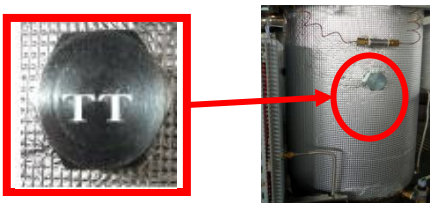

图 1
4. 14 灭菌器装有温度测试连接器（温度测试用），并标有“TT” 字样（图 1），平时有帽盖密封。